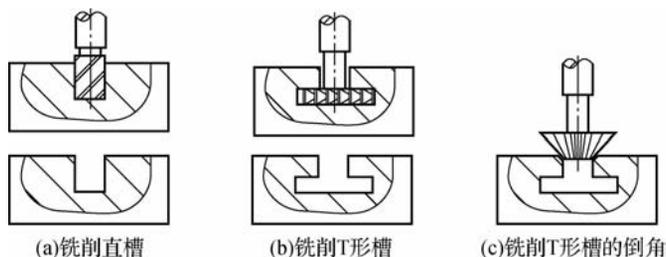

图 7-39 T形槽的铣削步骤
(1) 铣削直槽。如图 7-39(a)所示,根据零件图尺寸要求,注意此时所选择的立铣刀应为公称直径为 18 mm 的标准直柄立铣刀。
(2) 铣削 T 形槽。如图 7-39(b)所示,根据零件图尺寸要求,选择相应尺寸型号的标准直柄 T 形槽铣刀铣削槽底。
(3) 铣削 T 形槽的倒角。如图 7-39(c)所示,根据零件图尺寸要求,选择有足够外径的  $45^\circ$  反燕尾槽铣刀进行槽口倒角的铣削。